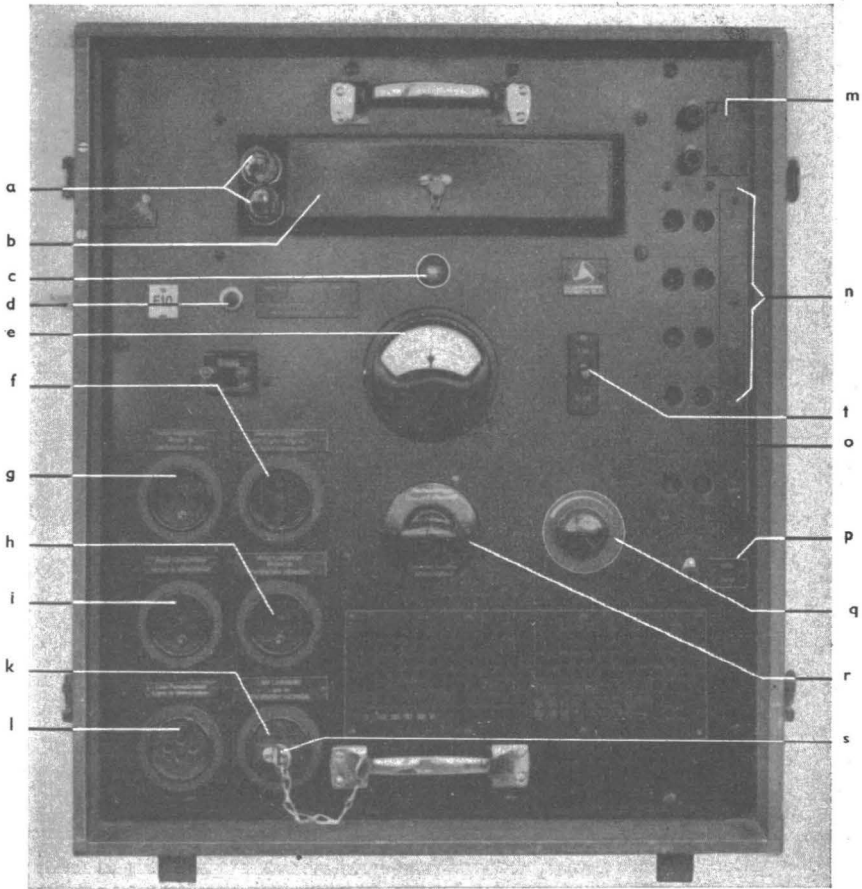

Bild 6
10. Das Umsetzgerät (Bild 6) (Kiste B) erfüllt zwei Bedingungen: